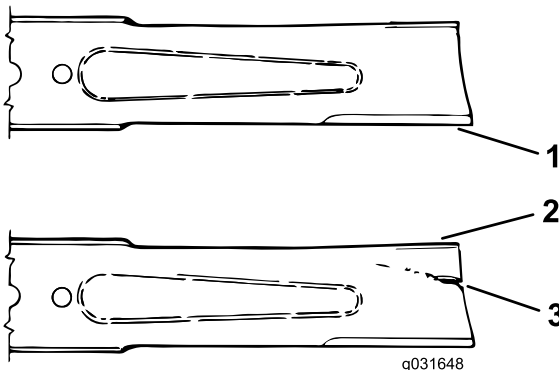

図 74
3. ブレードの切っ先を注意深く観察、特に、直線部と曲線部が交わる部分をよく観察する **図 74**。